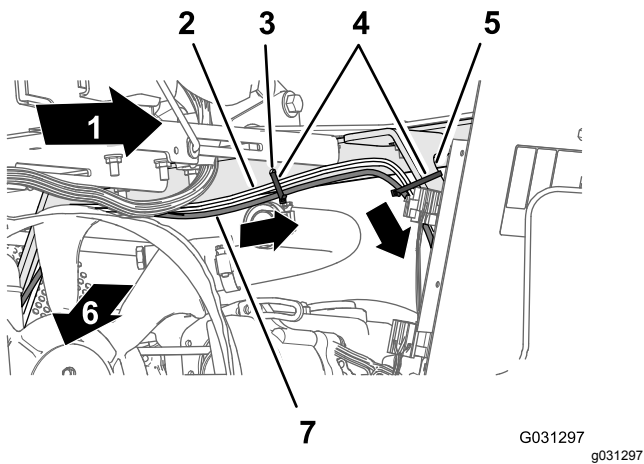
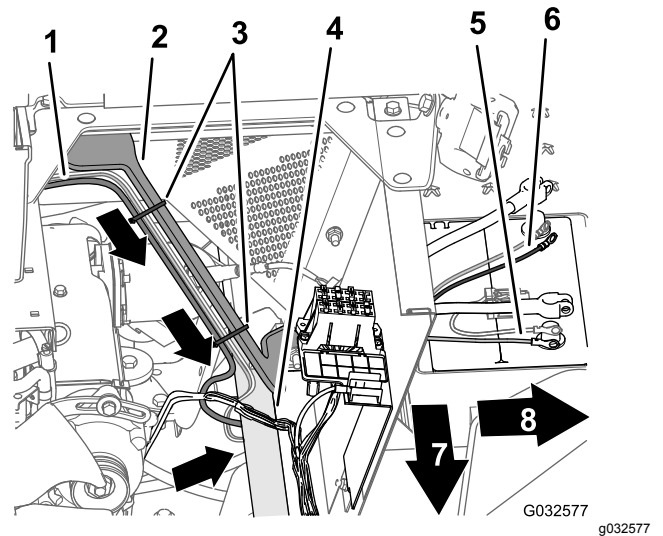

図 139
図 140
3. ナビゲーションシステム用の電装ハーネスの 220cm の枝線を、エンジンシュラウドの左側サポートに沿って下へ進め、左側フレームチューブの下に導く 図 139。
4. ケーブルタイ3本を使用して、ハーネスをシートボックス用アングル部材の穴とエンジンシュラウドのサポートに固定する 図 139と 図 140。
5. ナビゲーションシステム用の電装ハーネスの 220cm の枝線についている 10A ヒューズ、プラス端子、マイナス端子を、バッテリー上部まで導く 図 140。